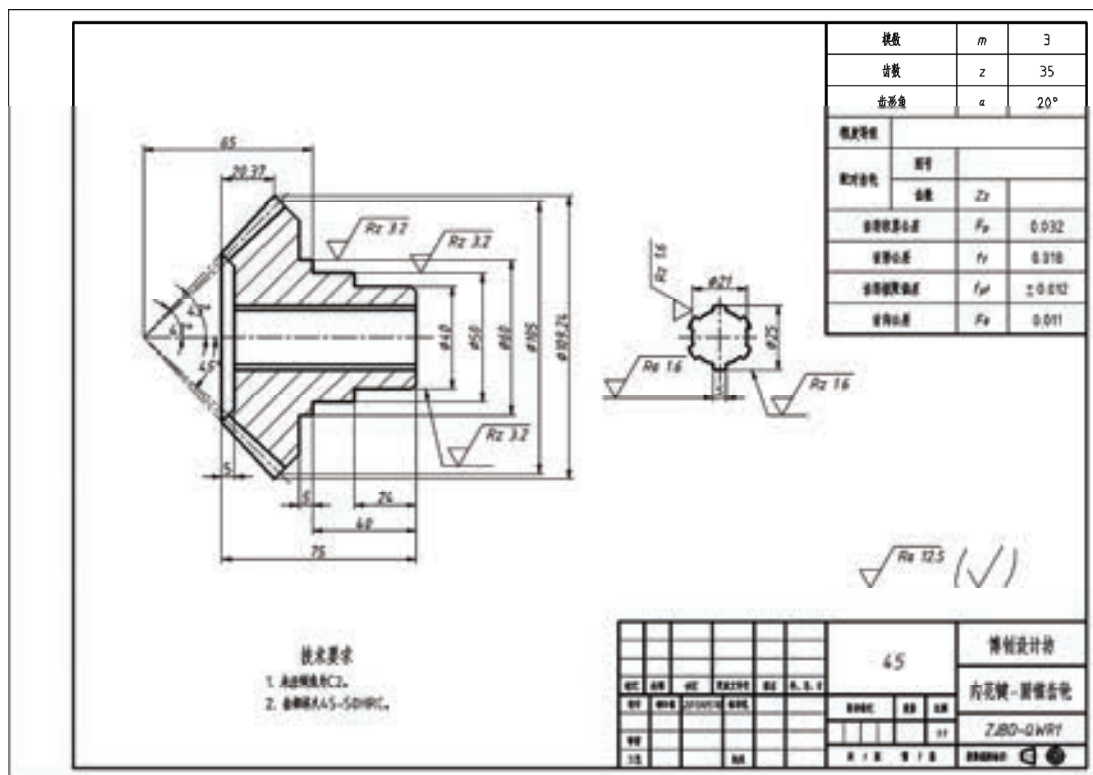

图 8-149 工程图练习
- 5) 上机练习：绘制图 8-149 所示的工程图（零件图）。相关的尺寸也可以由读者来决定。